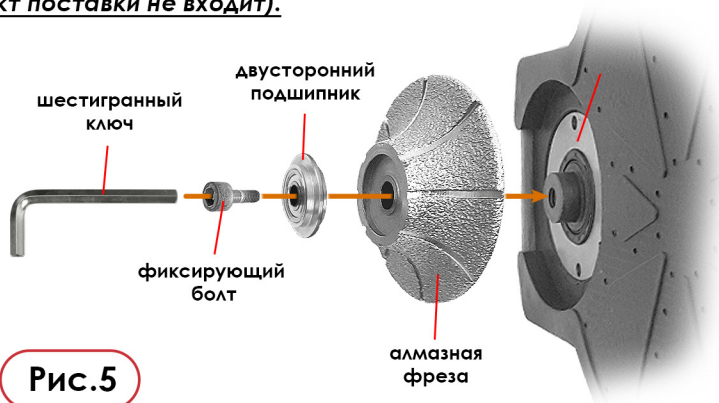

Рис.5
2. Установите алмазную фрезу, затем двусторонний подшипник на фланец и затяните установленные части (фрезу и подшипник) фиксирующим болтом по часовой стрелке с помощью шестигранного ключа (Рис. 5).